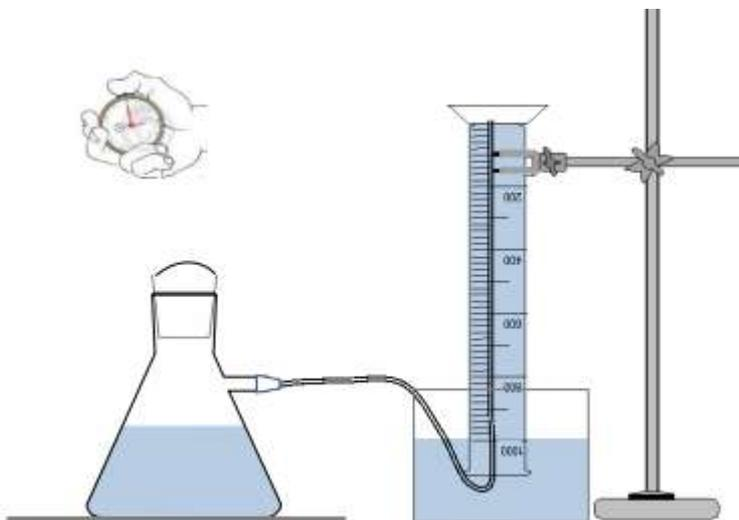

Figura 3
**C. Instrucciones para el armado del reactor de fermentación y del equipo a utilizar para la medición de dióxido de carbono ( $CO_2$ ), Figura 3.**
**C.1.** Tomen el extremo libre de la manguera de látex e introdúzcanlo dentro de la probeta invertida, como muestra la Figura 3. El extremo libre de la manguera debe quedar en la parte superior de la probeta después del armado.
**D.1.** Tan pronto como el reactor de fermentación y el equipo para medir el gas estén armados, Figura 3, inicien el cronómetro.